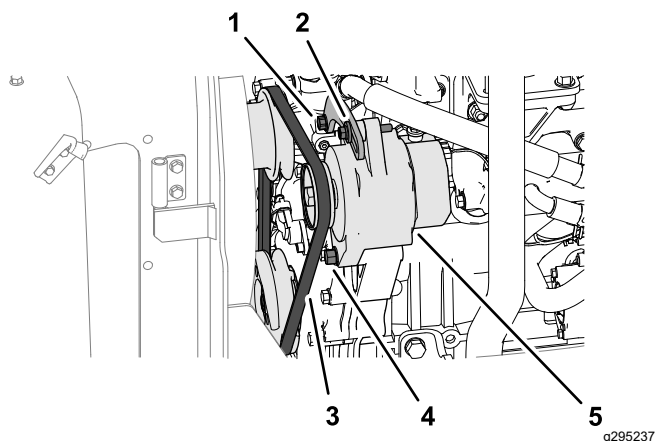

Figura 69
1. Applicare una forza di 10 kg sulla cinghia dell'alternatore (Figura 69), al centro tra le pulegge.
- Se l'inflessione della cinghia è minore di 10 mm, allentate il bullone orientabile dell'alternatore e il bullone della tensione (Figura 69), e riducete la tensione della cinghia.
- Se l'inflessione della cinghia è maggiore di 10 mm, allentate il bullone orientabile dell'alternatore e il bullone della tensione (Figura 69), e aumentate la tensione della cinghia.
Nota: Se necessario, allentate il bullone della staffa della tensione (Figura 69).
3. Serrate i bulloni (Figura 69).